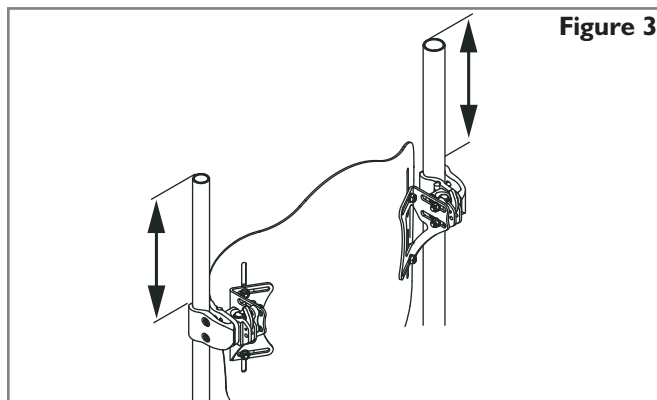
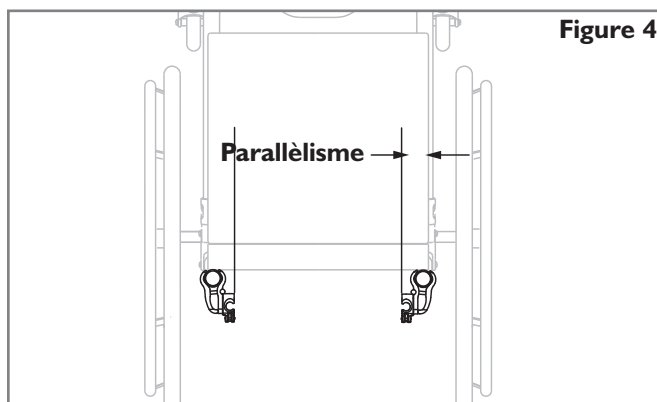

Figure 3
Figure 4
Instructions de montage des fixations (Figs. 3, 4, 5)
2. Déterminez l'emplacement des pinces de fixation sur les montants arrière du fauteuil. Les fixations doivent être à hauteur égale sur chacun des montants (Fig. 3) et parallèles au cadre de l'assise (Fig. 4). En général, on préférera un support plus haut sur les montants.